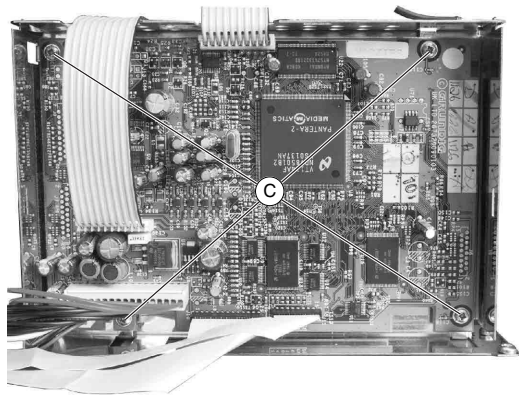

Fig. 3
- 4 Schrauben (C) (Fig. 3) herausdrehen.
- Undo the 4 screws (C) (Fig. 3).